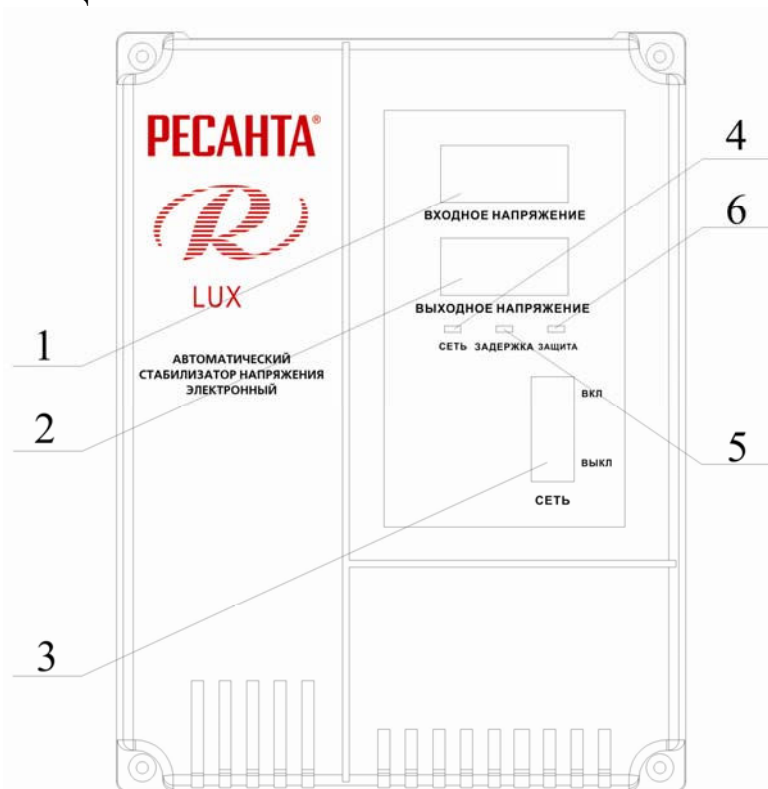

РИС. 2
- Убедиться в том, что выключатель (рис. 2, поз. 3 ) находится в положении «выкл»;
- Перевести выключатель (рис. 2, поз. 3 ) в положение «вкл» на 10 секунд;
- Дисплей (рис. 2, поз. 2 ) должен показывать 220 В при работе стабилизатора в штатном режиме;
- Перевести выключатель (рис. 2, поз. 3 ) в положение «выкл».
- Установить выключатель (рис. 2, поз. 3 ) в положение «вкл».
1. Не горит индикатор «сеть»	1. Стабилизатор не подключен к сети. 2. Проверить, включен ли выключатель (рис. 2, поз. 3 ).